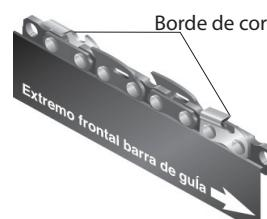

Figura 37 - Instalación correcta de la cadena de la sierra
4. Ponga la nueva cadena alrededor del piñón motriz, a lo largo de la ranura superior de la barra guía, y alrededor del extremo de la barra guía. Nota: Asegúrese que los bordes cortantes de la cadena estén mirando en la dirección correcta. Ponga la cadena de manera que los bordes cortantes en el tope de la barra guía miren hacia el extremo de la barra guía (vea la figura 37 y el indicador en la cubierta lateral de la sierra).